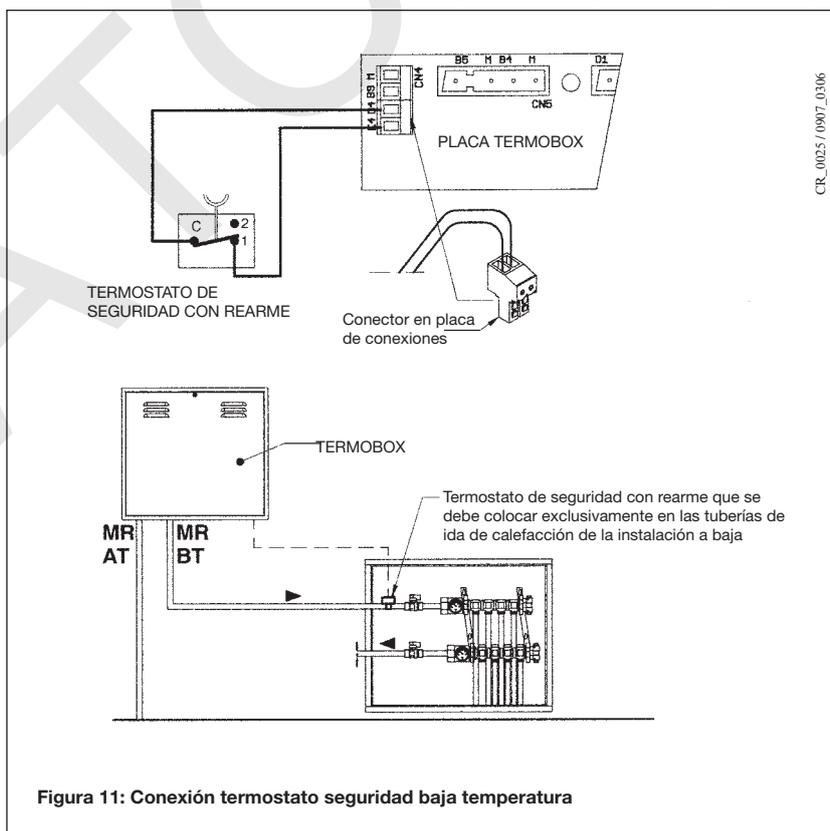

Figura 11: Conexión termostato seguridad baja temperatura
- Quite el puente presente en los terminales (CN4: E4 - D4) de la placa electrónica (véase esquema eléctrico del § 11 y Figura 11).